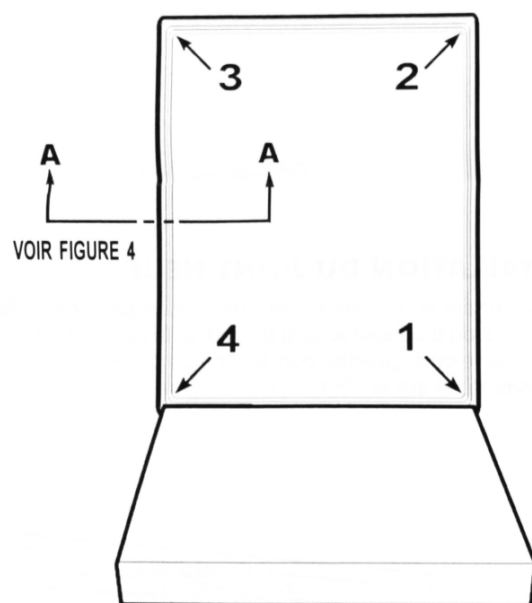

FIGURE 3
2. Insérer le joint neuf dans le profilé. (L'ailette de retenue et la ligne blanche doivent être orientées vers l'extérieur de la cuve). Voir figure 4. Insérer la languette du bas du joint aux 4 points mentionnés sur l'illustration. Aux points 1 et 4, le joint doit simplement toucher le fond de la cuve; il ne doit pas être engagé sous la porte. Voir figure 3. Après une pose approximative du joint, reprendre le travail sur toute la surface du joint, et pousser complètement le joint pour provoquer la mise en place. Le joint doit être parfaitement en appui contre la cuve – voir l'illustration (« correct »). Voir figure 5.